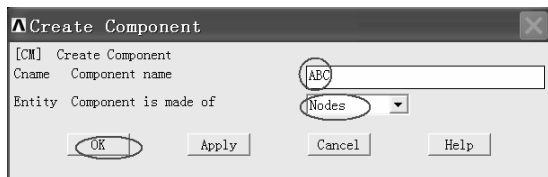

图 4-47 “Create Component”窗口
(4) 依次选择 Utility Menu>Comp/Assembly>Create Component...，弹出“Create Component”窗口（见图 4-47）。在“Component name”后的方框中输入“ABC”，在“Entity Component is made of”后的方框中选择“Nodes”，然后单击“OK”按钮。该步骤表示将前面选出的节点集合组成一个 Component，且给这个 Component 取名为“ABC”。